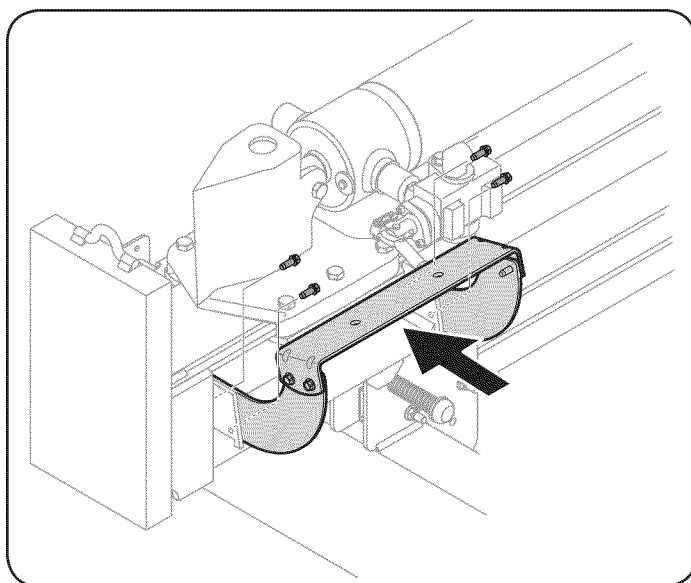

Figura 7
20. Vuelva a colocar el bastidor de troncos al costado de la vigueta con la válvula de control, alineando los orificios del bastidor con los orificios de la vigueta. Vea la Figura 7.